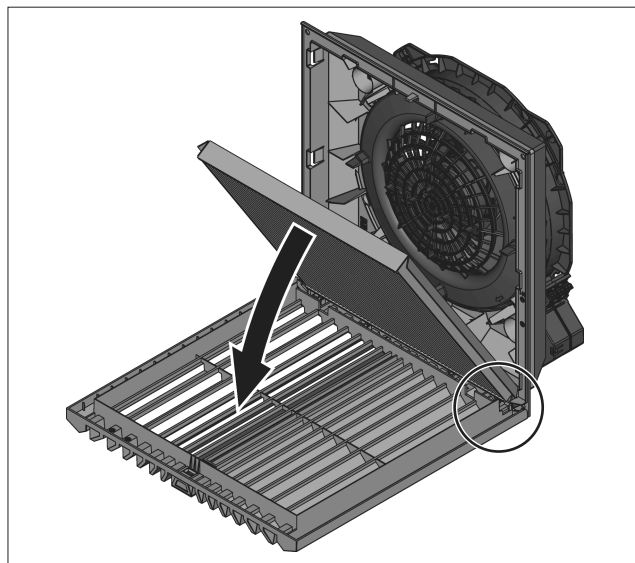

図14: プリーツフィルター IP54 の挿入
- ルーバーグリルにプリーツフィルターを挿入します。レタリング「Top」が挿入方向を示します(図14参照)。